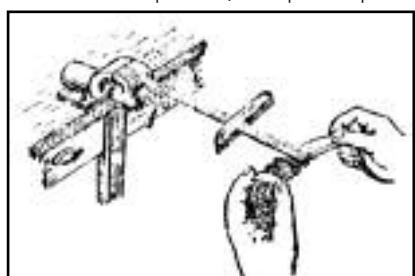
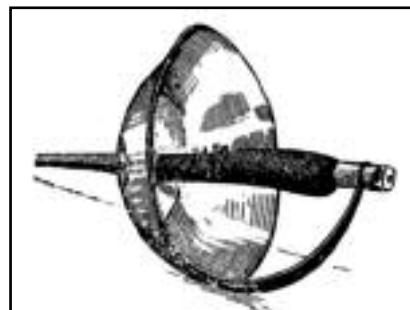
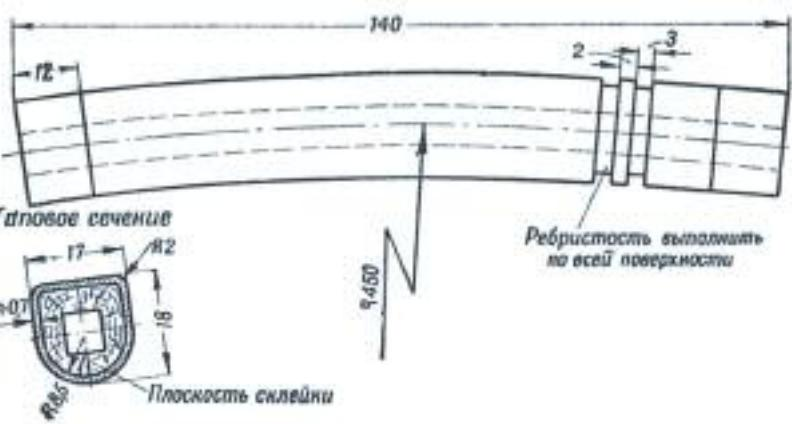

Рис. 19. Обмотка рукоятки шпагатом
Рис. 23. Монтировка эспадрона с фигурной рукояткой
Рис. 24. Дугообразная рукоятка эспадриона
3. Свободные концы шпагата закрепляются в тисках или под тяжелым грузом так, чтобы при натяжении шпагат образовал сплошную ленту из параллельных ниток без просветов между ними. Чтобы при намотке нитки не путались, их можно распределить между зубцами гребенки, помещенной в 20-30 см от рукоятки и при намотке постепенно передвигаемой на это расстояние (рис. 19). Наматывается такая нитяная лента виток к витку. Когда намотка окончена, оставшиеся концы шпагата подводятся под заднее кольцо,
Монтировки эспадронов типичны и обычно отличаются друг от друга только различными формами рукояток и гард. В последнее время распространились рукоятки фигурной формы с утолщением в концевой части и прямым отверстием для посадки на стержень (рис. 23). Однако многие фехтовальщики предпочитают дугообразные рукоятки, требующие изогнутого стержня (рис. 24). Рукоятки должны иметь ребристую рифленую поверхность или обмотку шпагатом (см. рис. 19).